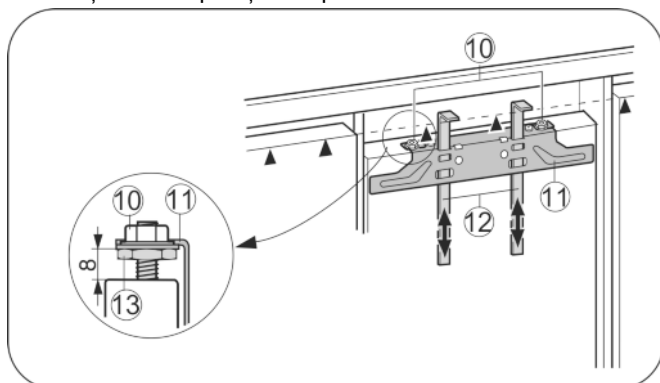

Fig. 25
- ▶ Împingeți în sus elementele auxiliare de montaj Fig. 25 (12) la înălțimea ușii mobilierului. Marginea inferioară de blocare ▲ a elementului auxiliar de montaj = marginea superioară a ușii mobilierului ce trebuie montată.
- ▶ Deșurubați traveasa de fixare Fig. 25 (11) prin intermediul contrapiulițelor Fig. 25 (10).